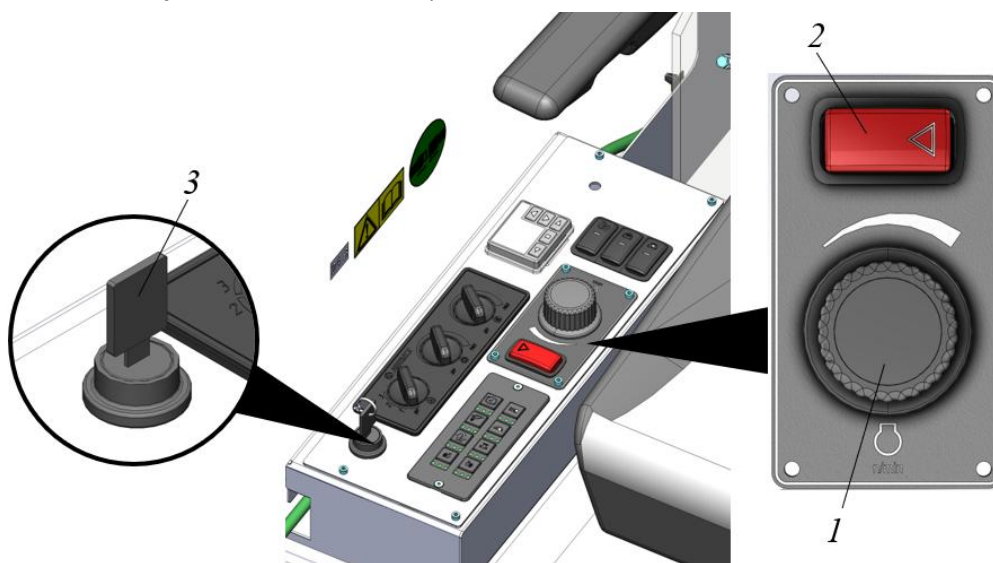

Рисунок 5.22. Панель управления
- ▶ Включить зажигание, переместив ключ 3 (рис. 5.22) в замке зажигания из положения «0» в положение «1».
- ▶ Подать звуковой сигнал. Кнопка безопасности (поз. 2, рис. 5.22) включена (рабочее навесное оборудование и система хода машины деактивированы).
- ▶ Рукояткой оборотов (поз. 1, рис. 5.22) установить частоту вращения двигателя 1500 ± 50 об/мин.
- ▶ Рукояткой оборотов (поз. 1, рис. 5.22) установить минимальную частоту вращения двигателя до минимальных холостых.